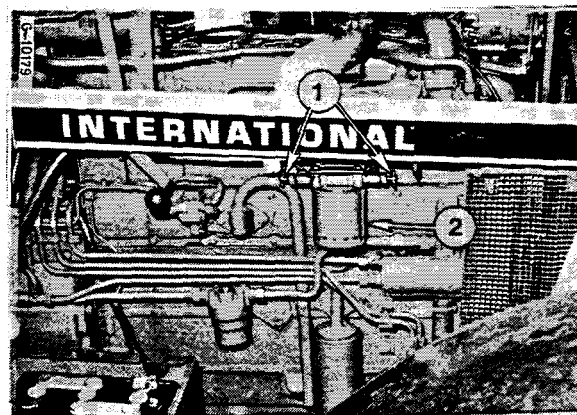

Figure 74
Changez le filtre conditionneur d'eau (2) Fig. 74 après les 100 premières heures d'utilisation puis après les 300 heures suivantes et ensuite toutes les 400 heures comme indiqué dans le tableau d'entretien.
Fermez les 2 robinets (1) Fig. 74 et dévissez le filtre de la tête. Jetez l'ancien filtre.